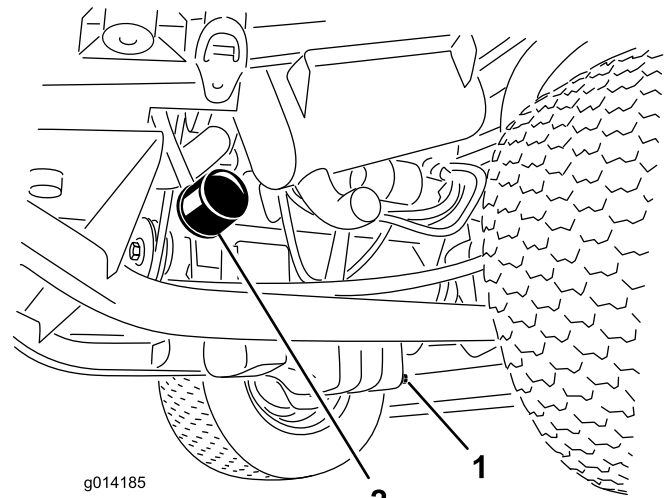

Bild 37
- Entfernen Sie die Ablassschraube (Bild 37) und lassen Sie das Öl in die Auffangwanne ab.
- Entfernen Sie den Ölfilter (Bild 37).